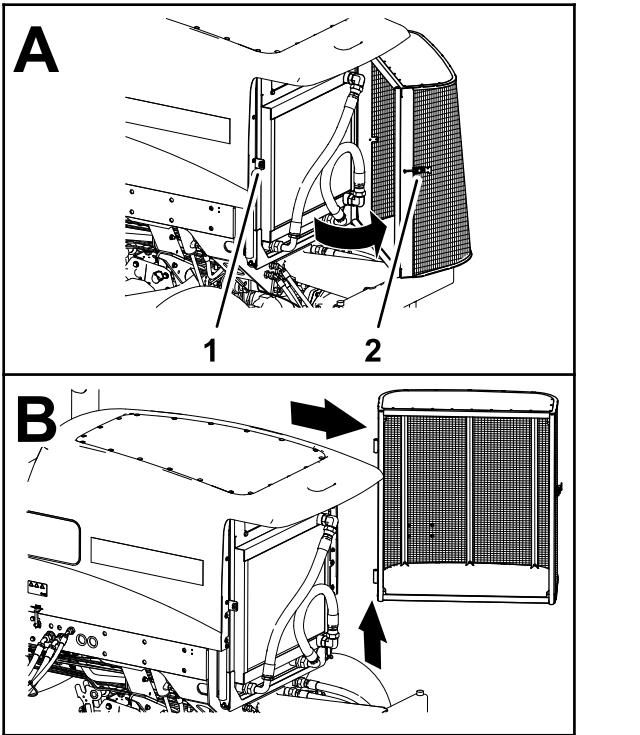

Figure 109
2. Déverrouillez et ouvrez la grille arrière (Figure 109).